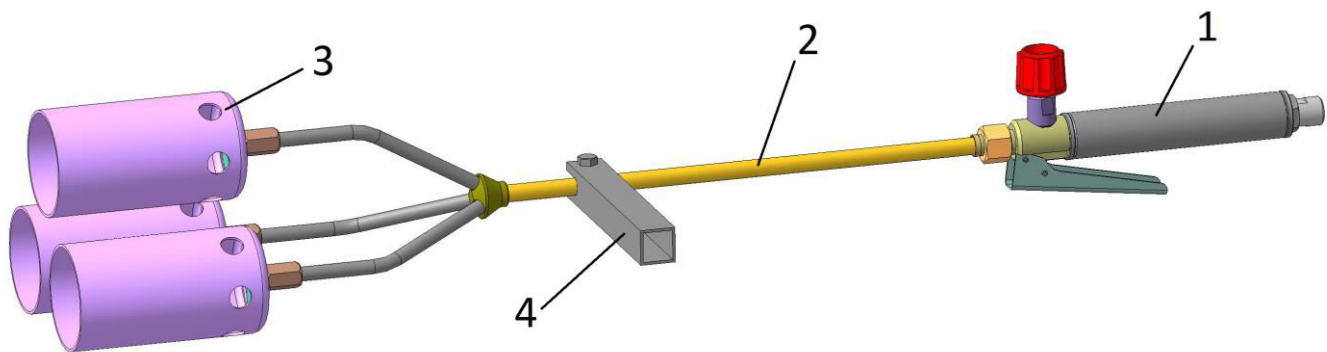

Рис.1 Горелка модели ГВ ДЖЕТ 119 16
4.1 Внешний вид горелок представлен на рис.1